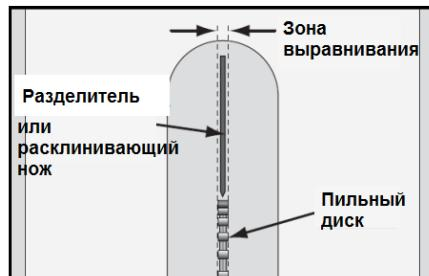

Рис. 16
E. Приложите поверочную линейку к пильному диску и разделителю. При правильном выравнивании разделитель/расклинивающий нож будет находиться в «зоне выравнивания» (Рис. 16) и располагаться параллельно пильному диску.